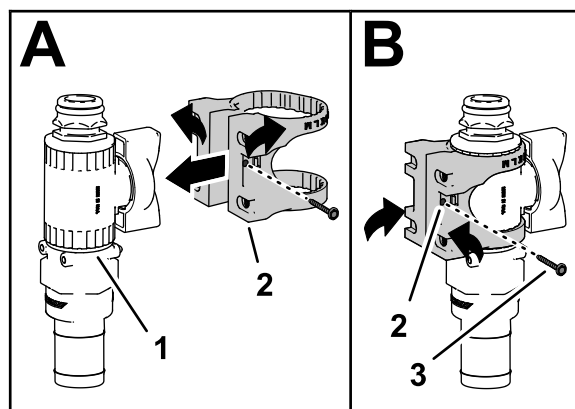

図 37
6. 図 37のAに示すように、バルブ マウントをストレートコントロールバルブに取り付ける。
7. フランジヘッドねじ#6を使って、バルブマウントを制御バルブに固定し、ねじを手締めする図 37のB。